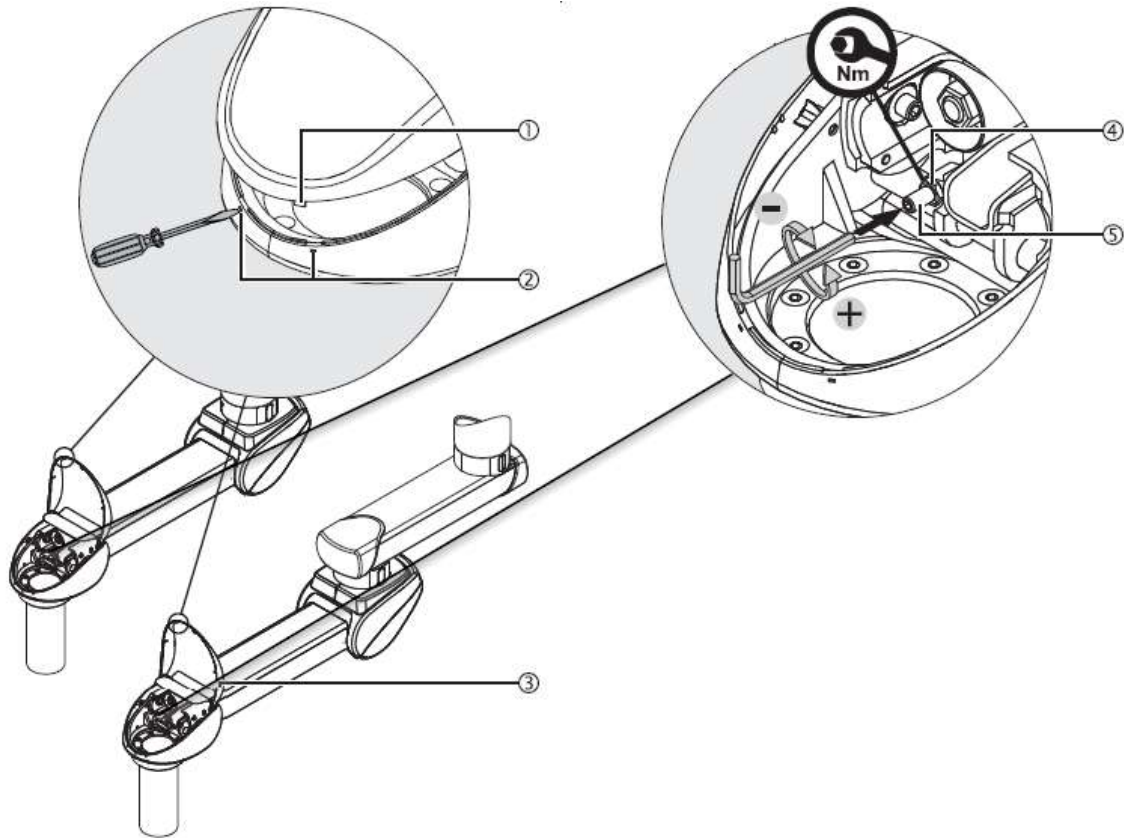

Fig.16 Verticale hoogterstelling op een veearm
- Maak de 4 schroeven M8 x 80 (2) los waarmee de servicekop is bevestigd.
- Voer de nieuwe slangen (1) voorzichtig door het ophangstelsel en naar de interfaceplaat, zoals weergegeven in afbeelding 16.